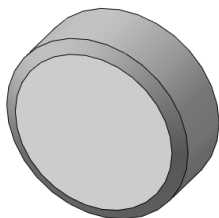

图 3-41 实体模型倒角
(5) 单击【确定】按钮 ，实体模型倒角如图 3-41 所示。